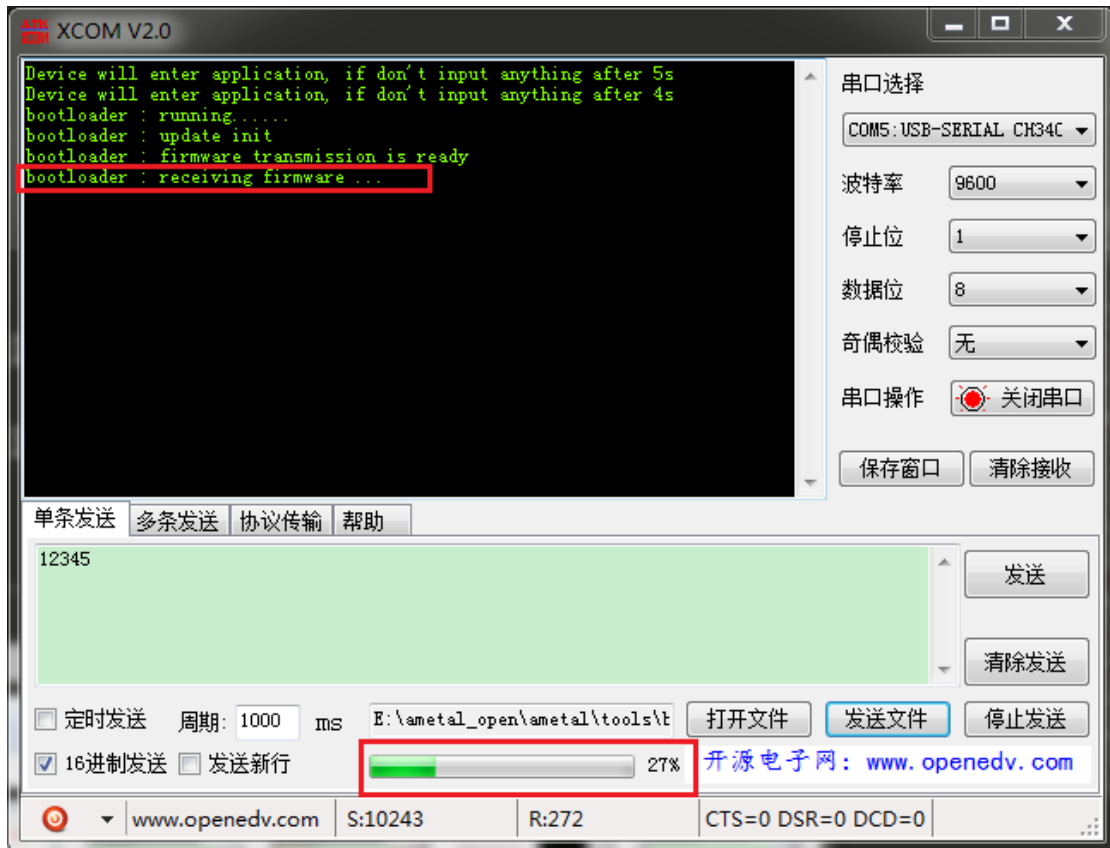

图 23: 固件传输
5、传送过程，下方有进度条提示，同时有打印。如 图 23 所示。